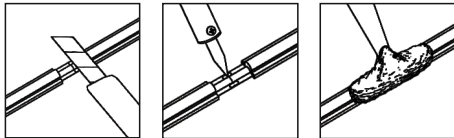
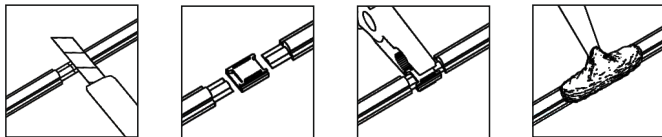

Рисунок 4.1. Соединение участков ленты при помощи пайки.
Рисунок 4.2. Соединение участков ленты при помощи прокалывающего коннектора.
- очистите от силиконовой изоляции места контактных площадок (см. рисунок 4.1);
- спаяйте участки ленты (см. рисунок 4.1). Запрещается перегревать саму ленту и светодиоды (пайка паяльником при температуре не более 260°C, время пайки не должно превышать 10 секунд). Также ленту можно соединить при помощи прокалывающего коннектора 5мм Geniled, для ленты шириной 8мм, или аналога (см. рисунок 4.2);